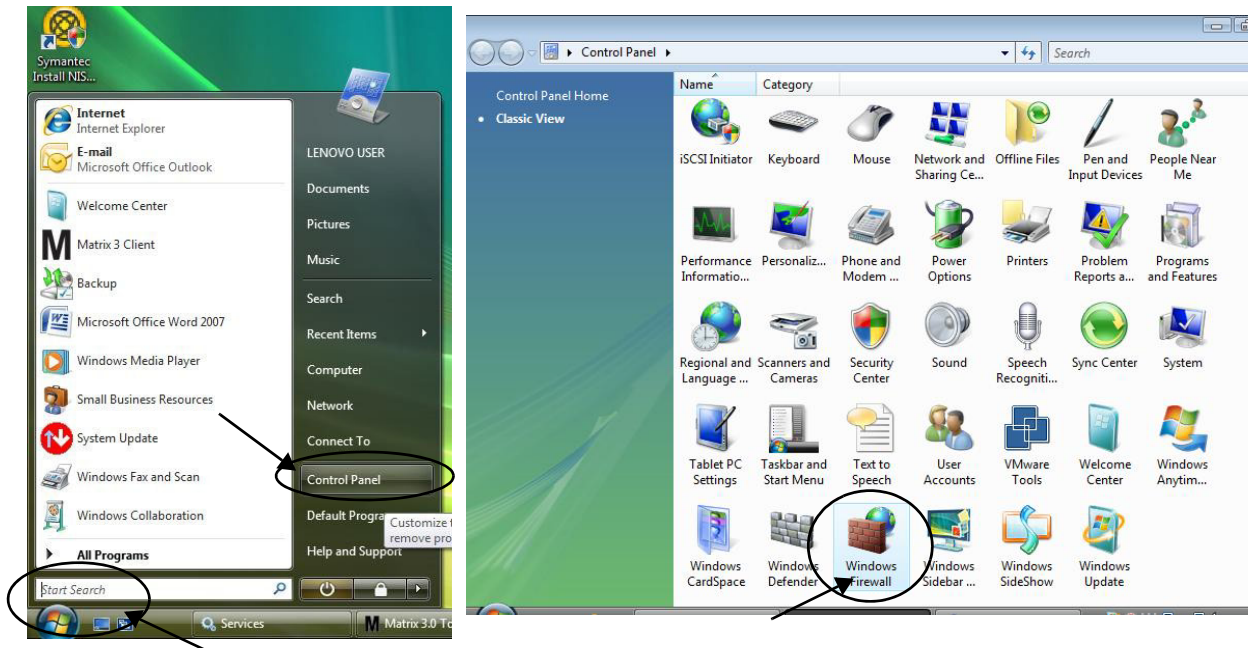

FIG. 26
1. Cliquez sur "Start/Control Panel" (Démarrer/Panneau de configuration). Ensuite, cliquez sur "Windows Firewall" (Pare-feu Windows) (FIG. 26).